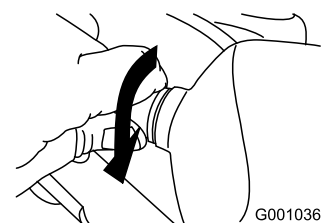

Figura 62
5. Girate in senso orario la base della lampadina, finché non è inserita perfettamente (Figura 62).